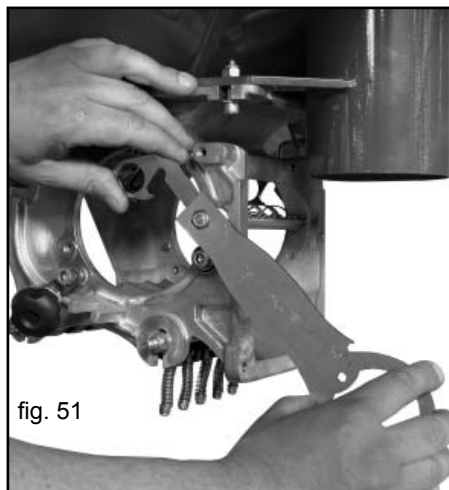

fig. 51
- 3) Allentare i dadi M8 (Fig. 51) con la chiave multiuso in dotazione.